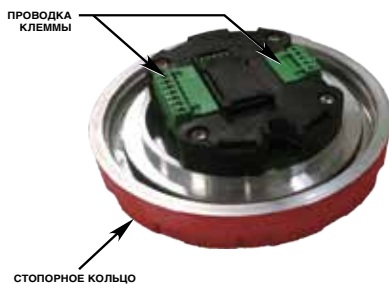

Рисунок 7—расположение монтажных клемм
1. Снимите модуль датчика, открутив его от отсека монтажных клемм. Отвинтите стопорное кольцо, чтобы получить доступ к монтажным клеммам (см. рис. 7), и выполните установку кабелепровода системы. Проведите внешнюю проводку через оставшийся свободным ввод распределительной коробки или M25 в переходник 3/4 дюйма. Во время монтажа распределительной коробки соблюдайте осторожность, чтобы не повредить провода. Избегайте скручивания проводов.